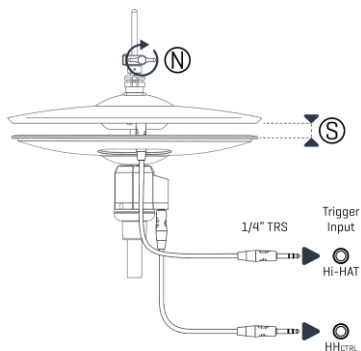

fig. 5
- 1 Alzare il piatto superiore in modo graduale fino a che il supporto mobile del controller dell'Hi-Hat (O) smetti di muoversi.
- 2 In questa posizione, stringere la vite a farfalla dell'Clutch (N) come nella fig. 5.